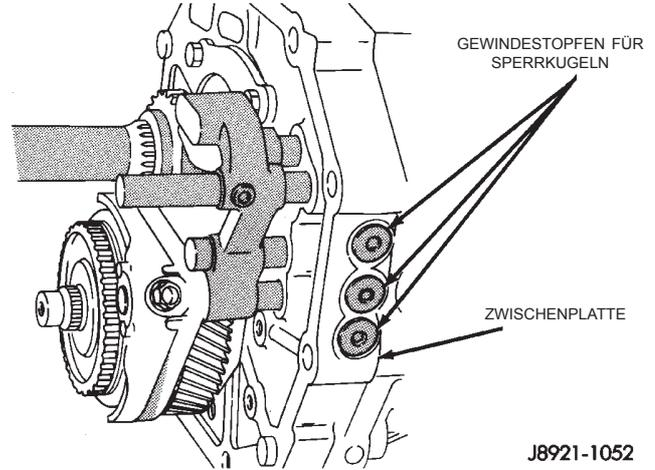

Abb. 65 Lage der Gewindestopfen
(17) Die drei Gewindestopfen für Sperrkugeln aus der Zwischenplatte lösen (Abb. 65).